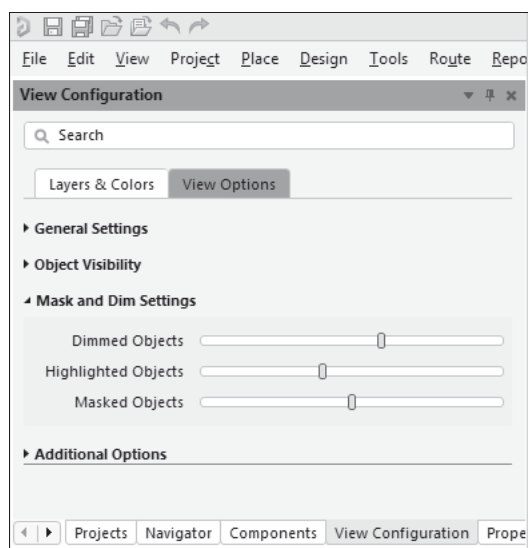

Рис. 6.2. Настройка уровней маскирования объектов
- глубина затенения и маскирования регулируется в панели **View Configuration** (рис. 6.2): на вкладке **View Options** в секции **Mask and Dim Settings** движками в линейках настройки **Dimmed Objects**, **Highlighted Objects** и **Masked Objects** можно установить необходимый уровень яркости маскируемых и выделяемых подсветкой объектов;